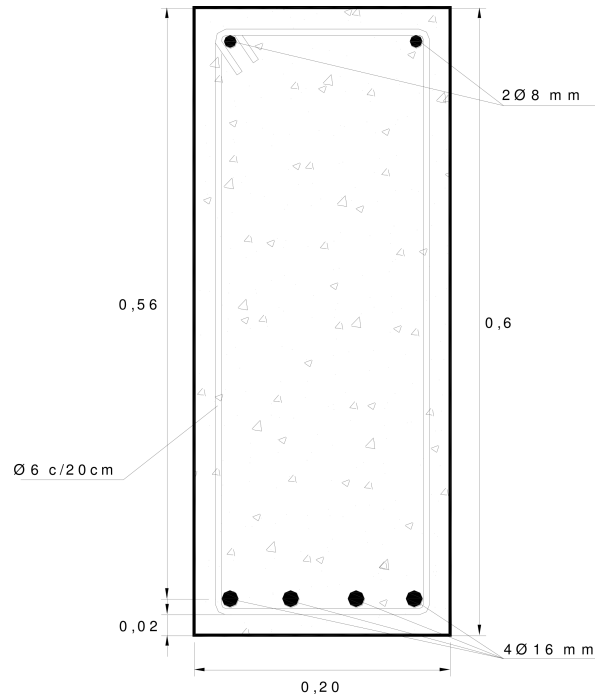

Figura 2: Corte de la viga del ejercicio 3)
3. Indicar el momento último que es capaz de resistir la viga de la Figura 2, cuya armadura principal es de 4 ϕ 16 mm construida con hormigón H-20 y acero ADN 42/50. Despreciar el aporte de las barras superiores. Realizar el cálculo según el CIRSOC 201-05.